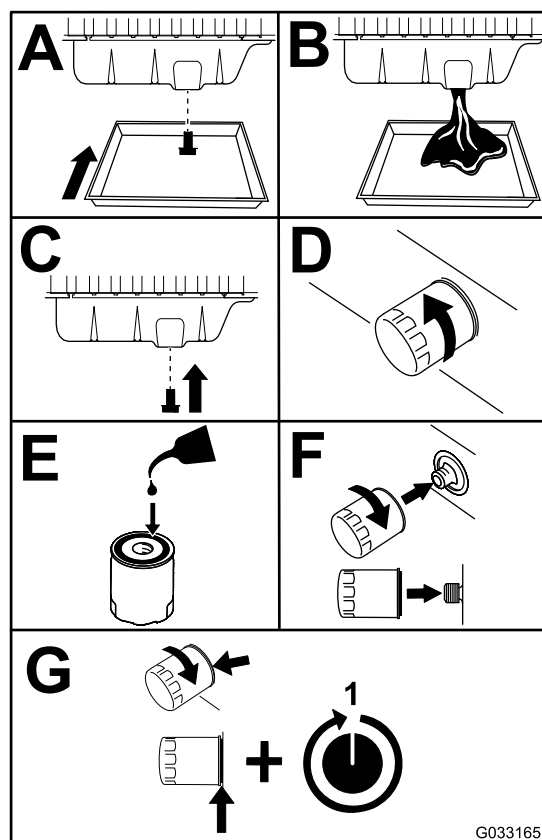

Figure 53
3. Vidangez l'huile moteur et remplacez le filtre à huile (Figure 53).